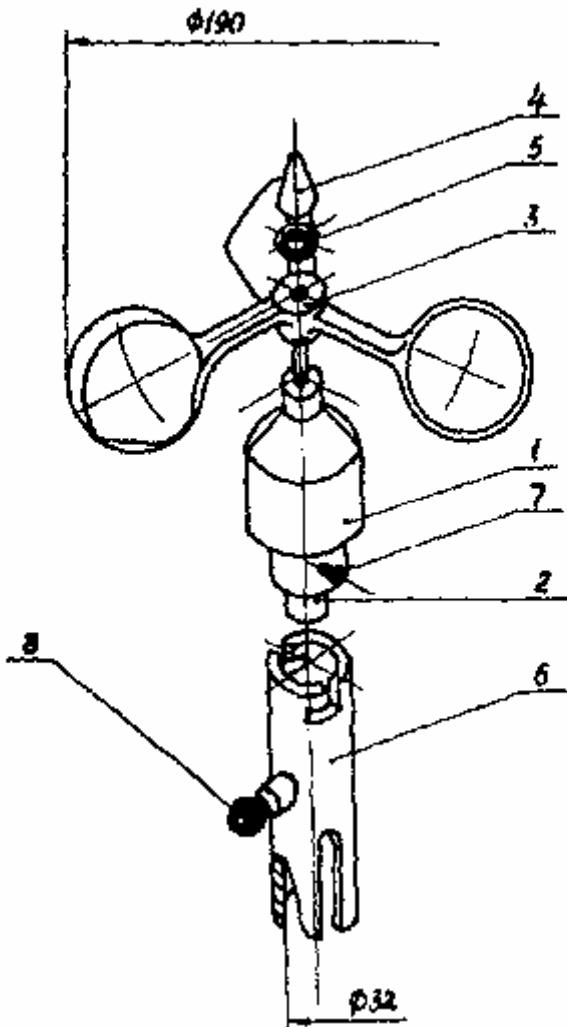
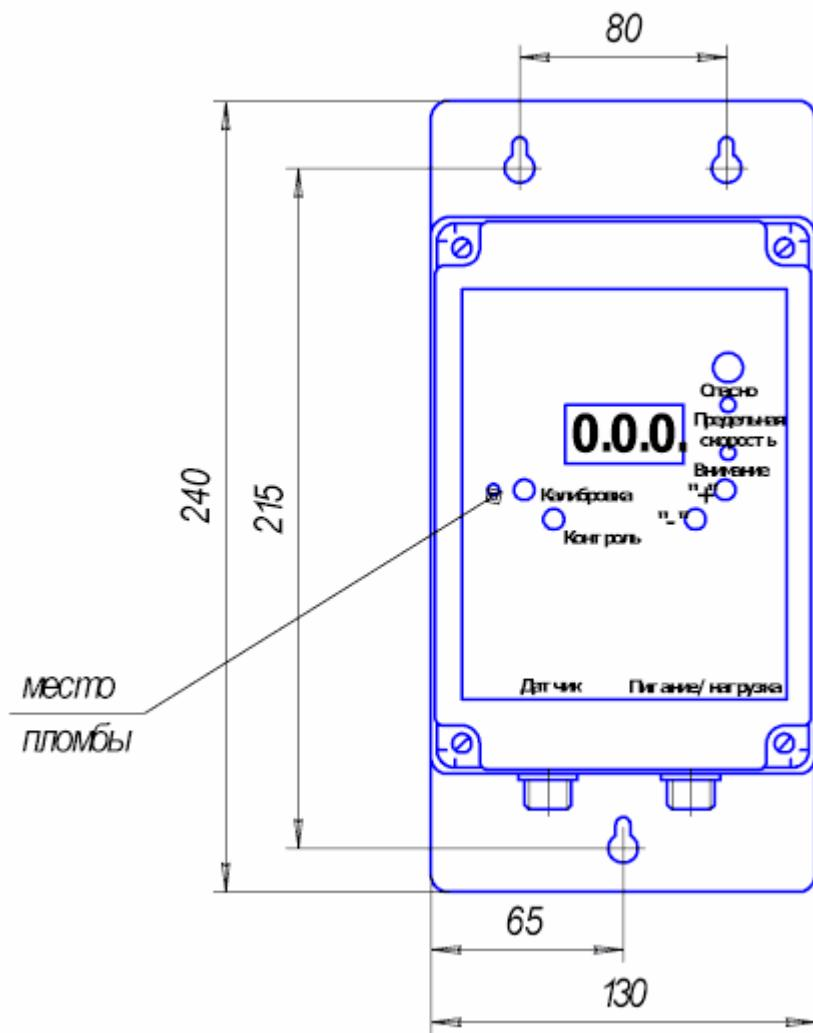

Рис.1
Рис. 2
2.17. Установочные и присоединительные размеры приведены на рис. 1 и рис. 2
4.1. Анемометр (см. рис. 1, 2) состоит из датчика скорости ветра, блока контроля, кабеля (соединительного, питания и нагрузки)
4.2.1. Датчик скорости ветра (Рис. 1) состоит из преобразователя 1, в нижней части которого находится разъем 2 для подключения соединительного кабеля. На ось преобразователя устанавливается крыльчатка 3 и фиксируется гайкой 4 через уплотнительную шайбу 5. Собранные таким образом детали датчика помещаются в специальную трубу 6 и зажимаются винтами 7. Для крепления датчика на объекте используется стопорный винт 8
4.2.2. Блок контроля (Рис.2)
На передней панели расположены трехразрядное цифровое табло; световые индикаторы: «ОПАСНО», «ПРЕДЕЛЬНАЯ СКОРОСТЬ», «ВНИМАНИЕ»; звуковой сигнализатор; кнопки «КОНТРОЛЬ», «КАЛИБРОВКА», «+», «-». После заводской регулировки прибор опечатан. Место установки пломбы поз.1 на рис. 2
6.1.2. Произвести сборку датчика скорости ветра, для чего к разъему - 2 датчика - 1 (Рис. 1) подсоединить соединительный кабель, предварительно пропустив его через трубу - 6, и закрепить корпус преобразователя к трубе двумя винтами - 7; затем установить на ось преобразователя - 1 крыльчатку - 3 и закрепить ее специальной конической гайкой - 4, предварительно установив уплотнительную шайбу - 5
6.1.3. Проверить исправность блока контроля и работу совместно с датчиком, для чего: подключить кабель к разъему блока контроля, вилку кабеля питания включить в сеть 220 В (при питании постоянным током подключить провода питания к сети ±24 В или ±12 В). Проверить значения уставки по предельной скорости ветра и функционирование сигнализации. Для этого нажать кнопку "КОНТРОЛЬ" (рис.2. На табло высветиться значение уставки и произойдет срабатывание сигналов «ВНИМАНИЕ», «ПРЕДЕЛЬНАЯ СКОРОСТЬ», «ОПАСНО». Убедившись в исправности, отжать кнопку «КОНТРОЛЬ» Время нажатия не должно превышать 3сек